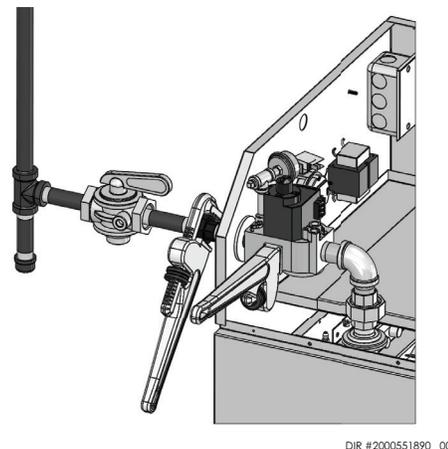

**Figure 6-1** Raccordement de la conduite de gaz à l'appareil avec piège à sédiment et vanne principale d'arrêt manuel du gaz
5. Installer un piège à sédiment (point de purge) sur la conduite d'alimentation vers l'entrée de gaz du chauffage de piscine (voir FIG. 6-1).